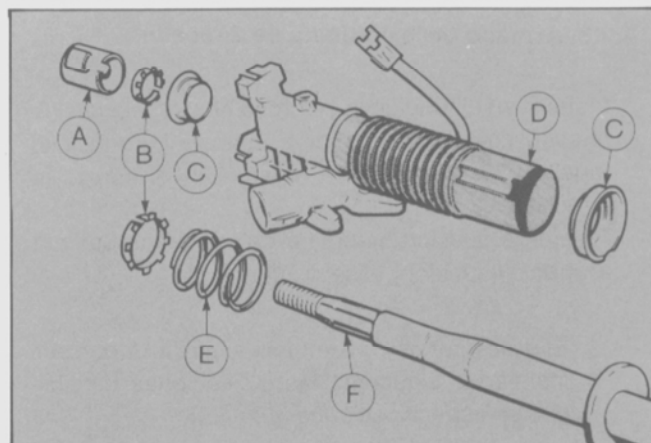

Fig. 25 - Conjunto de tubo de columna dirección.
- Separar el eje del tubo de la columna, y retirar la arandela de empuje inferior y el muelle del eje (Fig. 25).